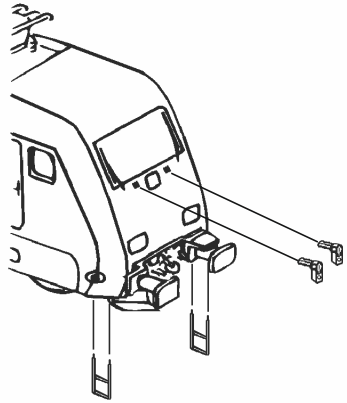

Fig.4
1. Reinigung der Radstromkontakte: Radstromkontakte können auf unsauberen Schienen leicht verschmutzen. Entfernen Sie **vorsichtig** mit einem kleinen Pinsel **den Schmutz** an den in Fig. 6 gekennzeichneten Stellen. Dazu zuerst den Getriebedeckel abnehmen (Fig. 4).
3. Haftreifenwechsel: Zuerst den Getriebedeckel abnehmen (Fig. 4). Danach den **Radsatz** herausnehmen und die **Haftreifen** mit einer Nadel od. mit einem feinen Schraubendreher abziehen (Fig. 9+6). Beim Aufziehen der neuen Haftreifen darauf achten, dass diese sich nicht verdrehen.
1. Nettoyage des lames de courant aux roues: Les lames de contacts risquent de s'encrasser rapidement sur des voies poussiéreuses. Veuillez **enlever la poussière** aux endroits marqués à la fig. 6 à l'aide d'un petit pinceau souple. A ces fins démontez d'abord le bogie (fig. 4).
3. Échange des bandages d'adhérence: Démontez d'abord le **couvercle du carter** des engrenages (fig. 4). Délogez ensuite les essieux bandagés et enlevez, à l'aide d'une aiguille ou d'un tourne-vis fin, les bandages d'adhérence (fig. 9). Lors du montage des nouveaux bandages veuillez veiller à ce que les bandages **ne soient pas tordus**.
3. Sostituzione gomme: Per prima cosa rimuovere la copertura dei carrelli (fig. 4). Dopodiché estrarre la ruota e sfilare la gomma con un ago o un cacciavite fine (fig. 9+6). Nel montare le nuove gomme, fate attenzione a non torcerle.